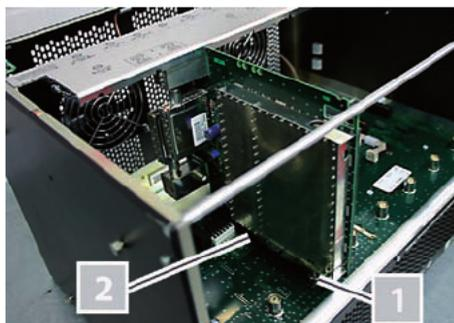

Bild 4a: Einbauzustand der Steckkarte (V 16 Basiseinheit)
Bild 4a zeigt die Steckkarte im Einbauzustand (V 16 Basiseinheit).
1. Stecken Sie den IEC Stecker [1] und die Stiftleiste [2] (siehe links) in einen der Steckplätze im Basisgerät, so wie es in Bild 4a zu sehen ist. Die Aufnahme für eine Steckkarte im Basisgerät besteht jeweils aus dem passenden Gegenstück der Anschlüsse an der Karte (also IEC Buchse und Federleiste).